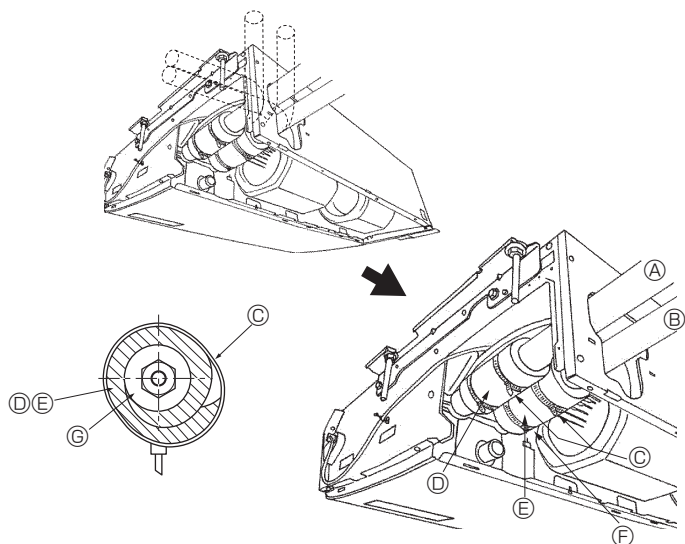

Fig. 4-2
③ Breng koelolie aan op de aansluitingsoppervlakken.
4.2. Binnenapparaat (Fig. 4-2)